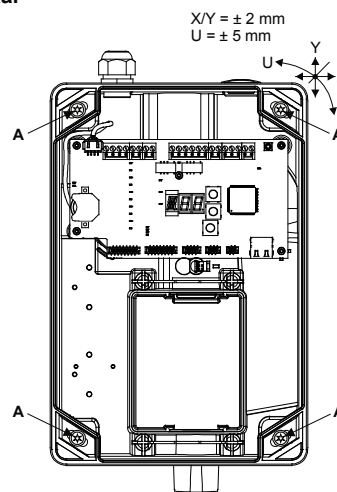

Fig. 1 Abertura, fecho e fixação da caixa para detetor
- Para manipular os **fechos giratórios**, estes têm de ser **pressionados com força** em direção à base da caixa com uma chave de fendas e, em seguida, **girados** em 90°. A posição da fenda dos fechos indica o respetivo estado (ver também a **Fig. 1**):